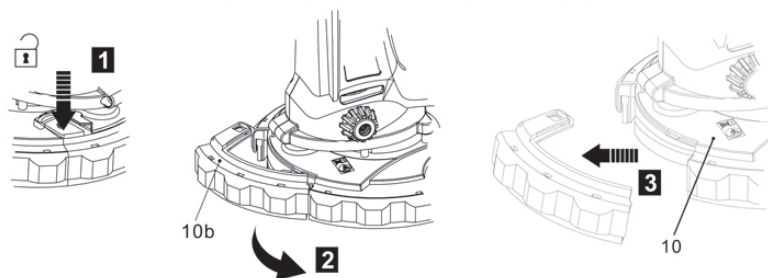

Fig. 9
- > Pressione o botão de desbloqueio (10c) para baixo, mantenha-o nesta posição e retire o segmento (10b) da proteção (10) (Fig. 9).